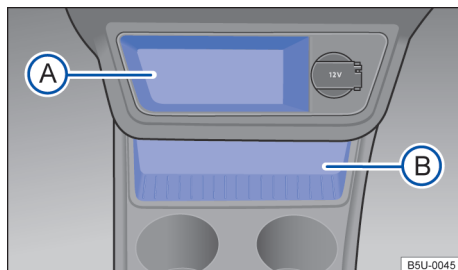

Fig. 119 No console central dianteiro: porta-objetos.
No console central dianteiro, existem dois porta-objetos abertos. Um na parte superior do console central → Fig. 119 (A) e um na parte inferior do console central (B).